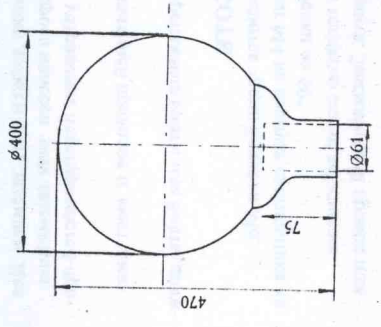

Рис. 1
- 1.1. Светильники венчающие серии ЖТУ06-150-004 У1, ЖТУ06-150-005 У1 (рис.1) с разрядными лампами высокого давления предназначены для функционально-декоративного освещения скверов, парков, бульваров.